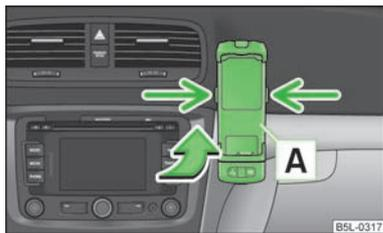

Abb. 110
- Zuerst den Adapter **A** in Pfeilrichtung » Abb. 110 bis zum Anschlag in die Halterung schieben. Den Adapter dann leicht nach unten drücken, bis dieser sicher einrastet.
- Gleichzeitig die seitlichen Verriegelungen der Halterung » Abb. 110 drücken und den Adapter mit dem Telefon herausnehmen.